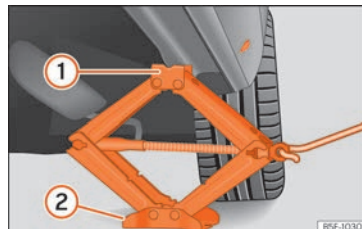

Fig. 38 Longarina: colocação do macaco do veículo.
- Rode a manivela do macaco, colocado por baixo do ponto de apoio da longarina, para levantá-lo até que o ressalto ① » » Fig. 38 se encontre por baixo da zona que lhe corresponde.
- Alinhe o macaco de forma que o ressalto ① «fique encaixado» na zona da longarina que lhe corresponde e que a placa base móvel ② fique apoiada no chão. A placa base ② deve ficar colocada na vertical, relativamente ao ponto de apoio ①.